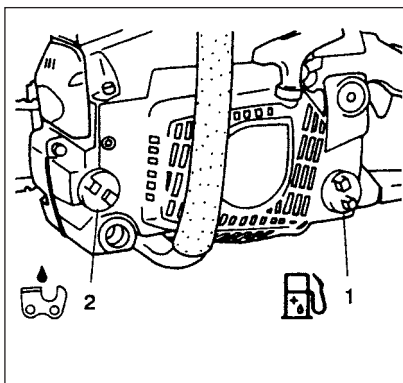

Fig. 2-1B
⚠ ADVARSEL! (Fig. 2-1B)
Kædeolie (Fig. 2-1B)
Når du fylder brændstof (1) eller kædeolie på (2), anbring enheden med dækselsiden op. (Fig. 2-1B)